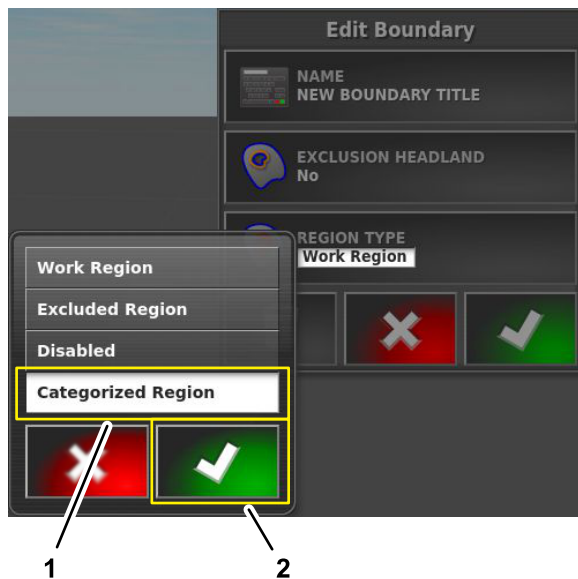

Figura 64
2. Na caixa de diálogo “tipo de região”, pressione o ícone REGIÃO CATEGORIZADA e, em seguida, pressione o ícone Confirmar (Figura 64).